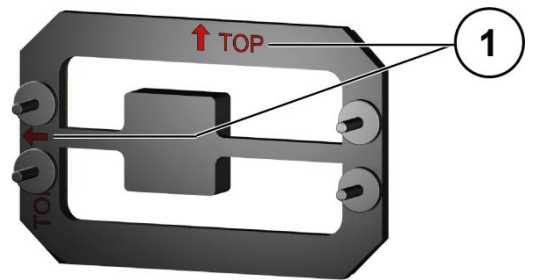

Abb. 4: Einbaulage
- max. Materialstärke der Frontplatte: 1 bis 3 mm (Abb. 4).